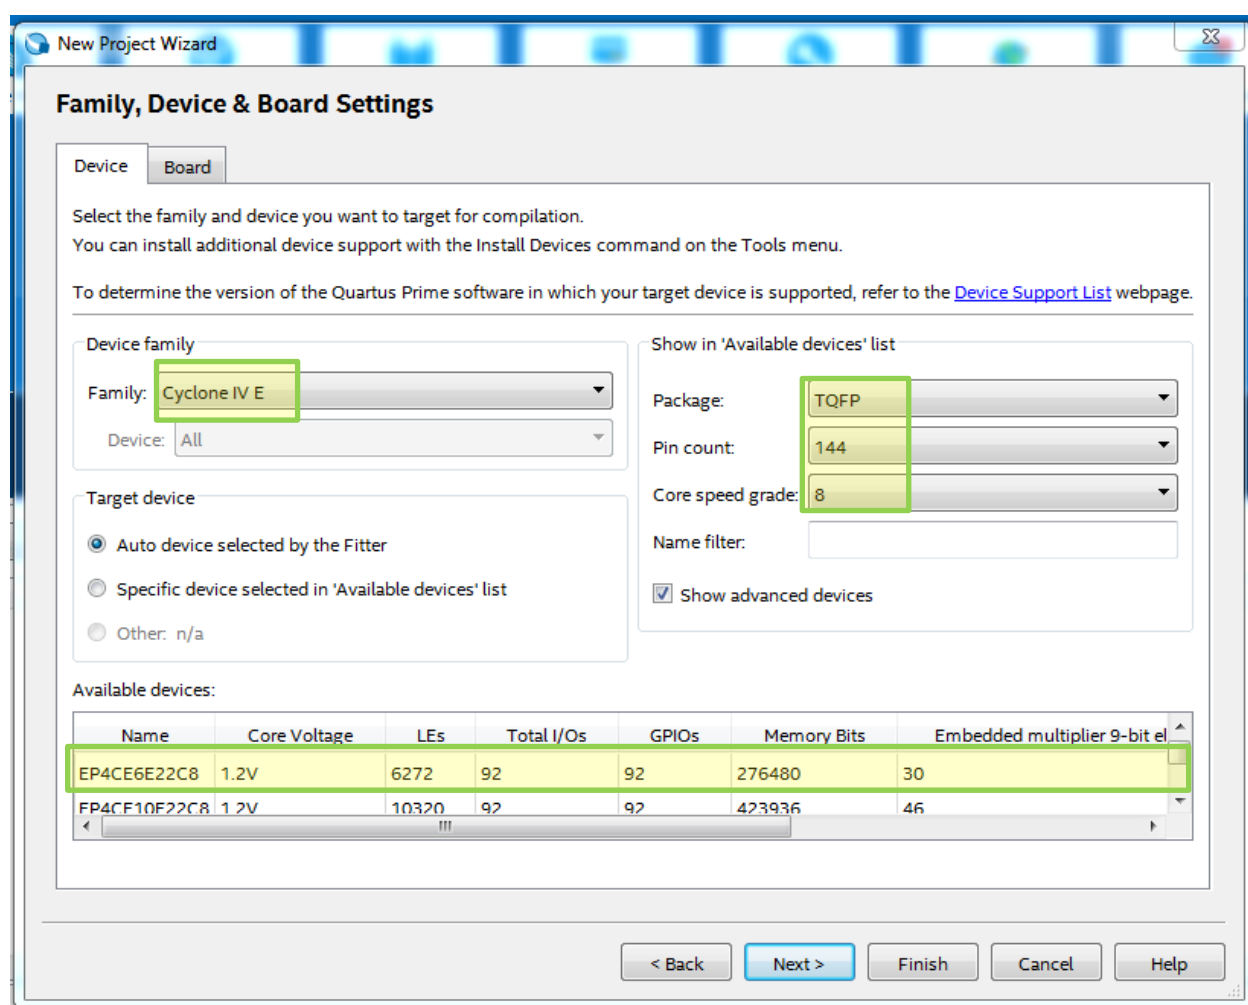

Рис.2 Окно для выбора микросхемы
1.6. Появится окно “**Family, Device & Board Settings**”. На панели *Device family* выбирается семейство ПЛИС *Cyclone IVE*, а из таблицы *Available devices* нужная микросхема **EP4CE6E22C8**. Для облегчения поиска микросхемы можно конкретизировать ее параметры с помощью выбора параметров «тип корпуса» (*package*), «количество выводов» (*pin count*), «быстродействие ядра» (*core speed grade*) из соответствующих выпадающих меню панели *Show in 'Available devices' list* (рис. 2). Для проектов практических и лабораторных работ необходимо выбирать микросхему, установленную на отладочную плату, с помощью которой выполняются данные работы. Выполните «**Next**».